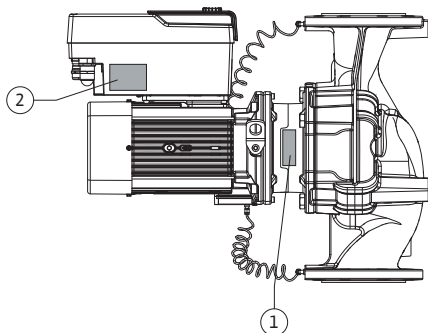

Fig. 2: Tüübisildid
**Tüübisilt (Fig. 2) mootori võimsusele 0,37 kW ... 7,5 kW**